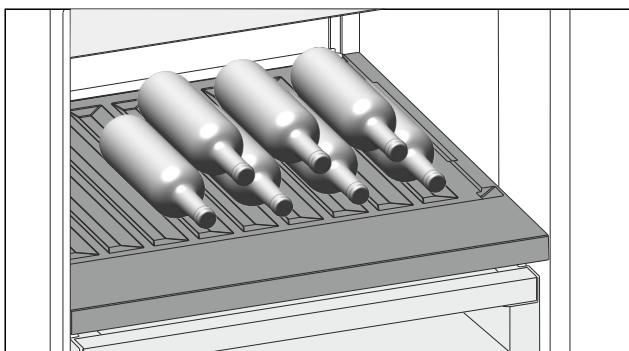

Fig. 143
- Introduceți sticile cu fundul în spate, către peretele posterior. (vezi Fig. 143)